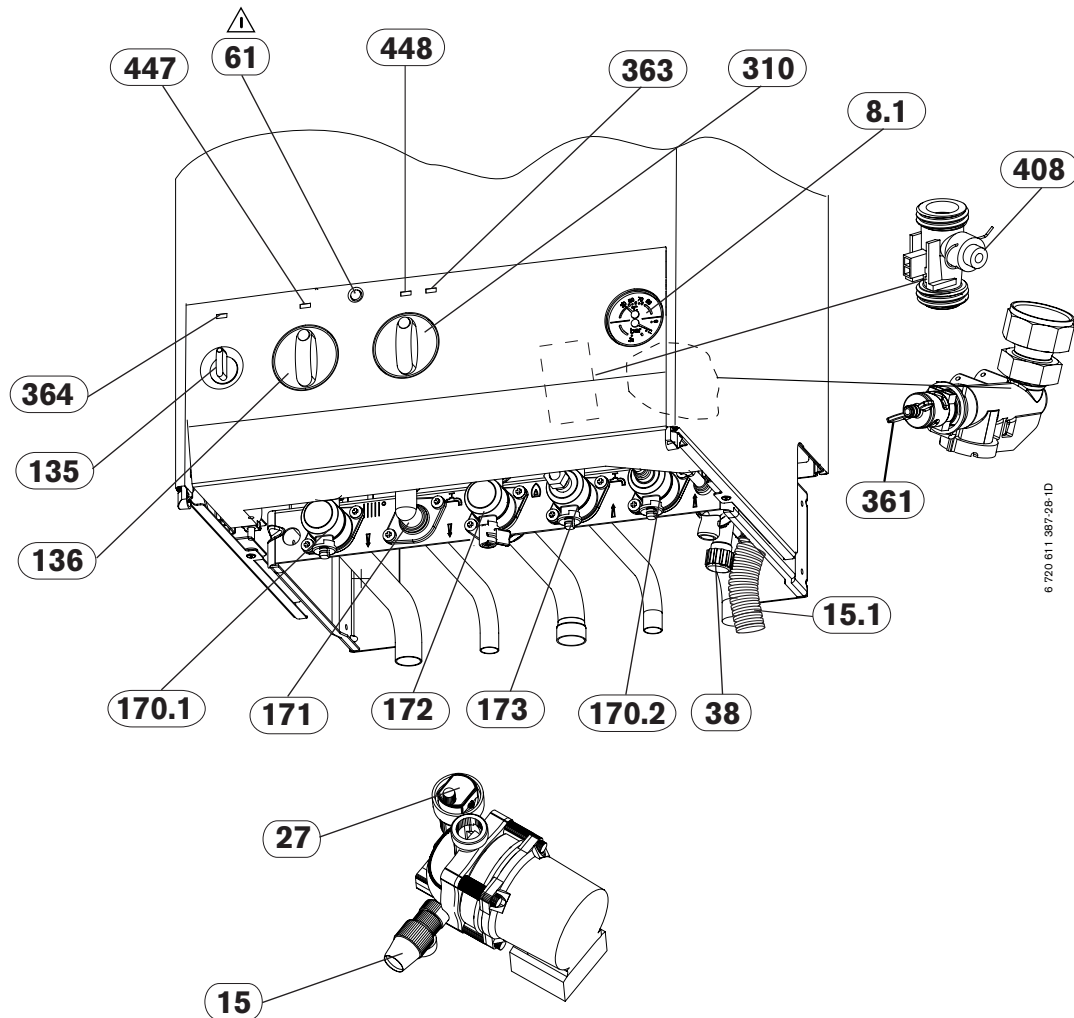

Fig. 25
- ▶ Pour vidanger l'appareil tourner la vis de vidange chauffage (361) (voir fig. 25).